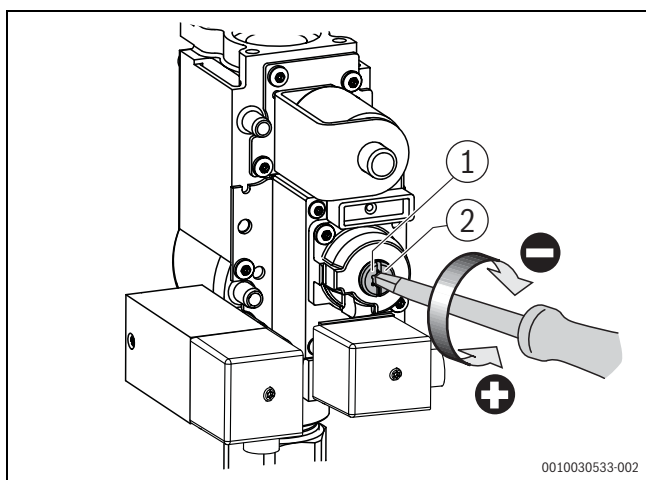

Bild 17 O₂-Gehalt bei Teillast einstellen (Kesselgröße 75 – 100 kW)
- ▶ Verschlusschraube an der Gasarmatur herausdrehen (→ Bild 17).
- ▶ O₂-Wert an der Teillast-Einstellschraube auf $5,7 \pm 0,4$ % einstellen (→ Bild 17).